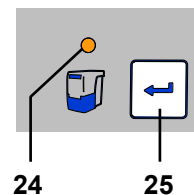

Fig. 8
**Se il cassetto raccogli-polvere non viene svuotato, la spia di svuotamento cassetto (24, Fig. 8) continua a lampeggiare. Dopo lo spegnimento / accensione dell'apparecchio, un triplo segnale acustico avvisa nuovamente di svuotare il cassetto raccogli-polvere.**